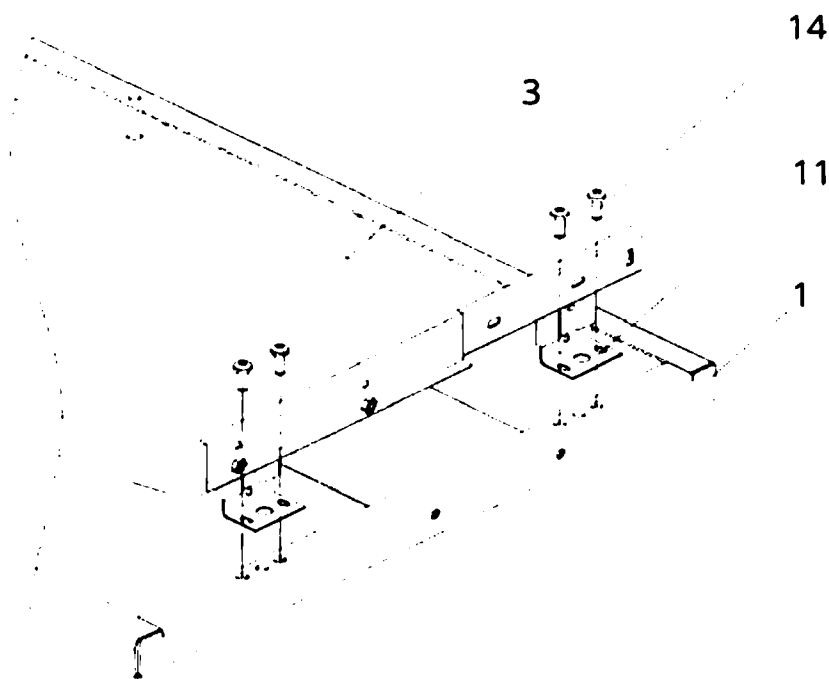

Рис. 4. Закрепление выдвижной полки к верхней полке
- Закрепите полученную конструкцию выдвижной полки (поз. 3 в табл. 1 и на рис. 4) к верхней полке (поз. 1 в табл. 1 и на рис. 4) винтами М5×10 (поз. 14 в табл. 1 и на рис. 4) через уголки (поз. 11 в табл. 1 и на рис. 4).